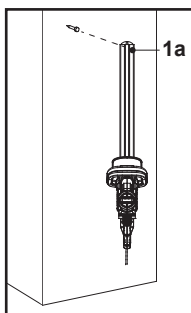

Fig. 11
3. Pune protecția lamei (12) pe dispozitivul de tăiere (lamă) (1).
5. Produsul poate fi agățat pe perete datorită găurii de suspendare de pe elementul de protecție a vârfului lamei (1a) (Fig. 11).